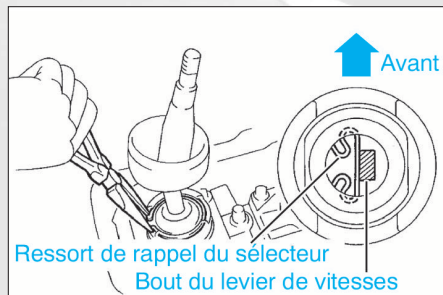

FIG. 1
- À l'aide d'une pince bec, déposer le levier de sélections de transfert haute et basse, en retirant le clipring (fig. 1).